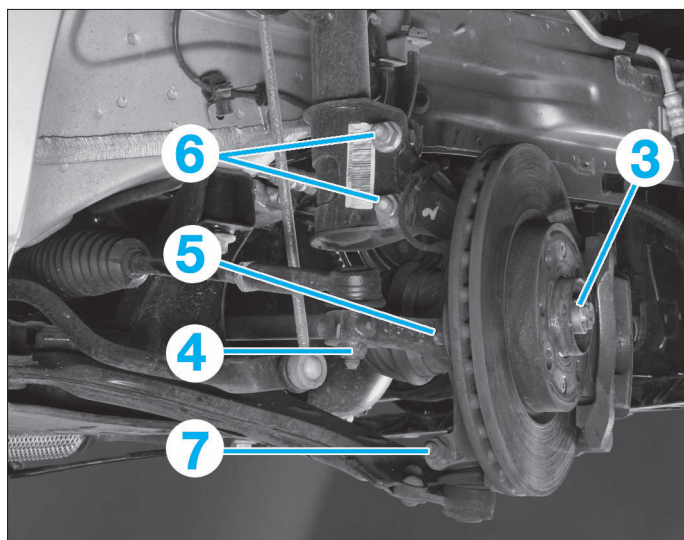
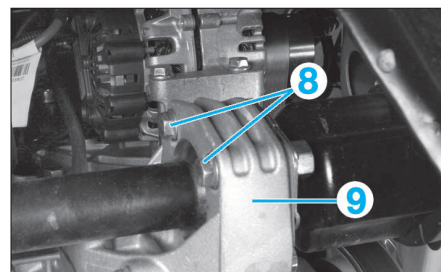

FIG. 2
FIG. 4
- Débloquer l'écrou de transmission (3) (Fig.2).
- Desserrer l'écrou (4) de la rotule de direction.
- Extraire la rotule de direction du pivot (5).
- Déposer les vis de fixation inférieure (6) de l'élément de suspension.
- Déposer les vis de fixation inférieures (6) de l'élément de suspension.
- Déposer le boulon (7) de fixation du triangle de suspension sur le pivot.
- Déposer les 2 vis (8) de fixation du palier intermédiaire (9) (Fig.4).